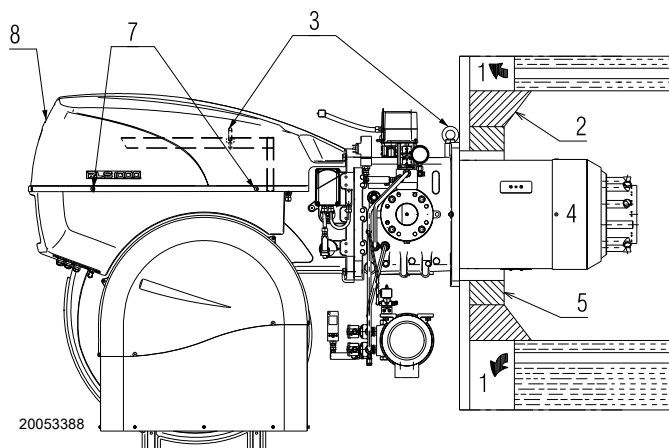

图 12
对于带水冷却前板的锅炉，则不需要耐火材料制成的炉补 2)-5) (图 12)，除非锅炉制造商另有要求。
准备合适的起吊系统，使用起吊环 3) (图 12)。
- 将随附的隔热垫安装到燃烧筒 (4) (图 12) 上。